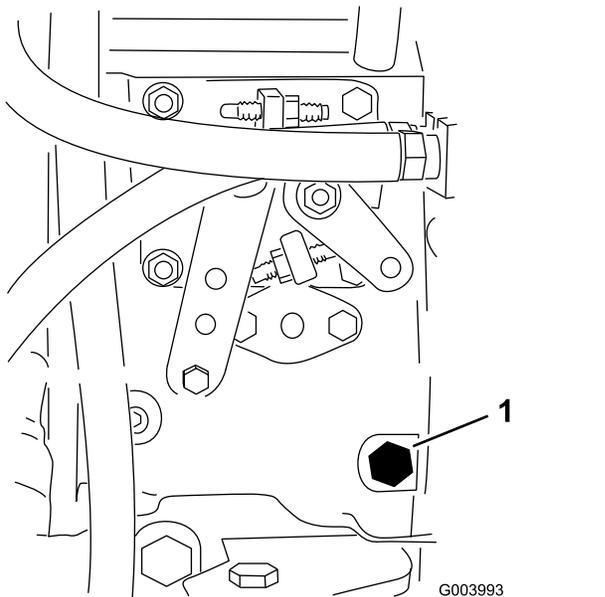

図 34
3. 燃料噴射ポンプ 図 34 についているエア抜きネジを、12mmのレンチを使って開く。